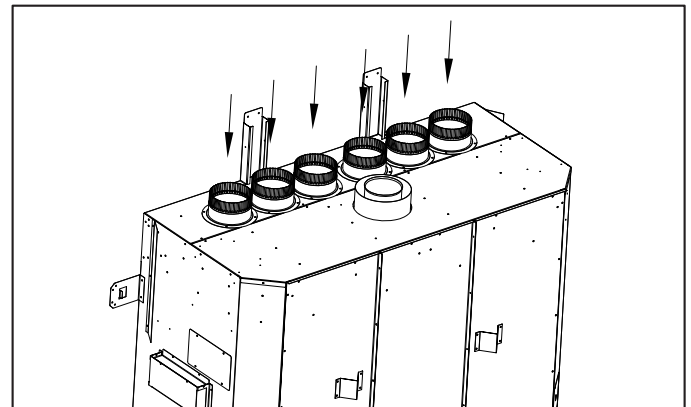

Figure 4.7 - Installation des collets du kit KZK
2. Installez les collets de raccordement fournis avec le kit KZK-1510, tel que montré à la Figure 4.7. Réutilisez les vis à métal retirées à l'étape précédente.